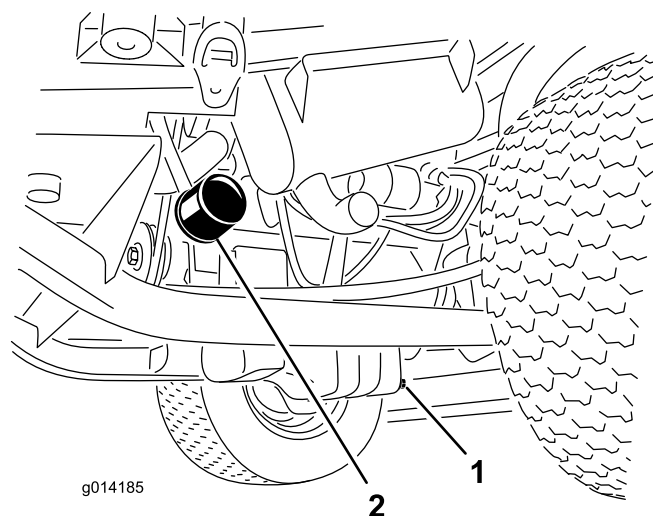

Рисунок 34
1. Снимите сливную пробку (Рисунок 34) и дайте маслу стечь в сливной поддон.
3. Снимите масляный фильтр (Рисунок 34).